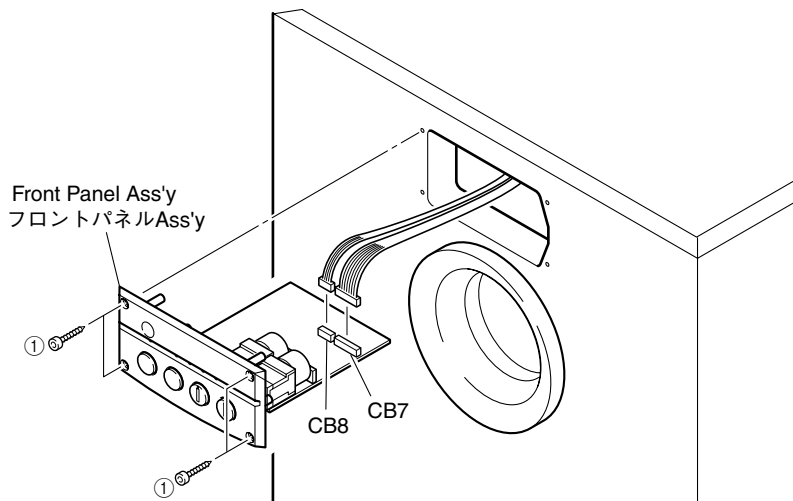

Fig. 1
- a. Remove 4 screws (①) and then remove the Front Panel Ass'y. (Fig. 1)
- b. Remove CB7 and CB8. (Fig. 1)
- a. ①のネジ4本を外し、フロントパネルAss'yを取り外します。(Fig. 1)
- b. CB7、CB8を外します。(Fig. 1)